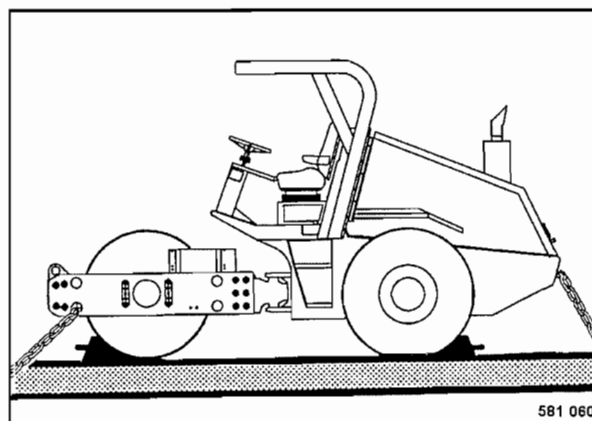

Fig. 52
- Atar la máquina sobre el vehículo de transporte (Fig. 52) fijando el atado en las cuatro armellas del bastidor delantero o trasero.